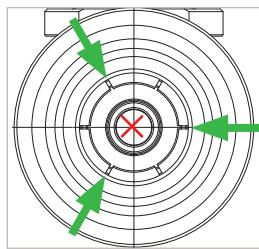

Figure 7
- Remarque :** veillez à ce qu'aucun détergent ne pénètre dans la conduite de gaz (*Figure 7.*)
- ▶ Vaporisez brièvement une fois le lubrifiant avec le petit tube entre chaque deuxième pince de serrage (Figure 7).
Attention : le lubrifiant ne doit pas être vaporisé dans la conduite de gaz (Figure 7).